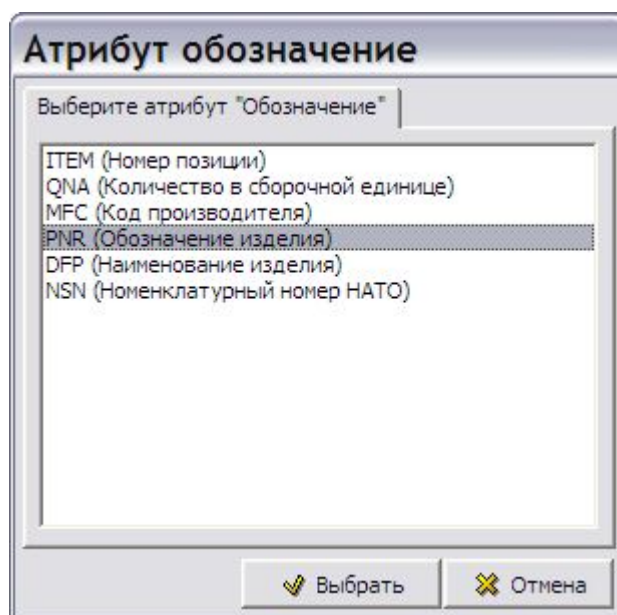

Рис. 5.50
9. В окне **Задание соответствия** нажмите на кнопку **Да**. После этого появится окно **Атрибут обозначение** (Рис. 5.50).